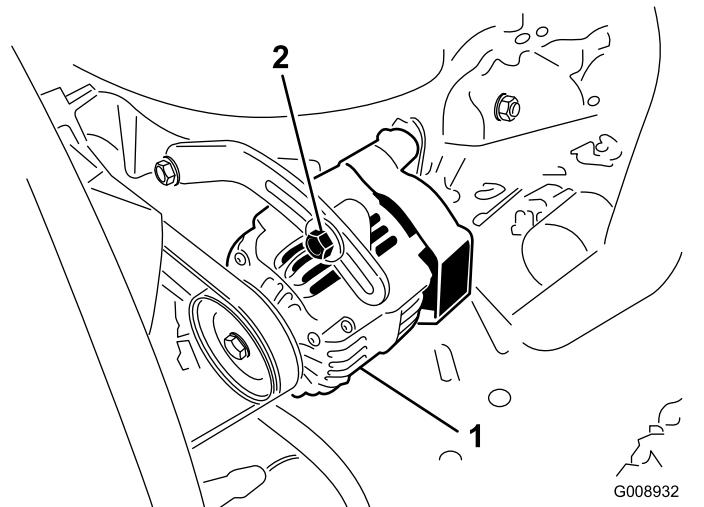

Рисунок 56
2. Если прогиб не равен 10 мм, ослабьте болты крепления генератора (Рисунок 56).